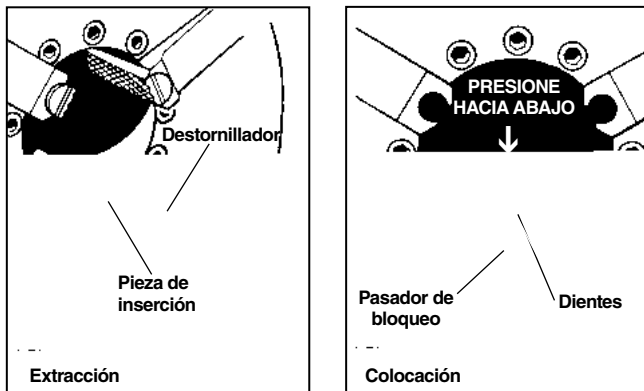

Figura 33 – Cambio de las piezas de inserción de la mordaza
1. Coloque un destornillador en la ranura de la pieza y gire 90 grados a izquierda o a derecha. Extraiga la pieza de inserción (Figura 33).
- Coloque la pieza de inserción de lado sobre el pasador de bloqueo y presione hacia abajo lo más pueda (Figura 33).